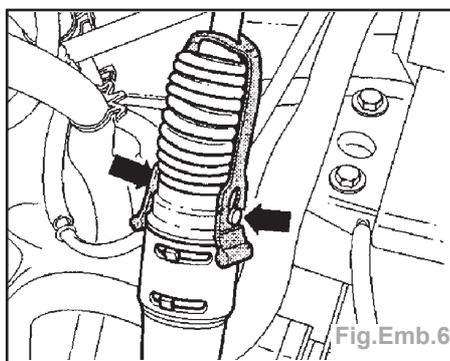

Fig.Emb.6
- Accrocher les languettes de l'attache sur les deux goupilles (flèches) du mécanisme de rattrapage du jeu du câble d'embrayage (2^{ème} mécanicien)(Fig.Emb.6).